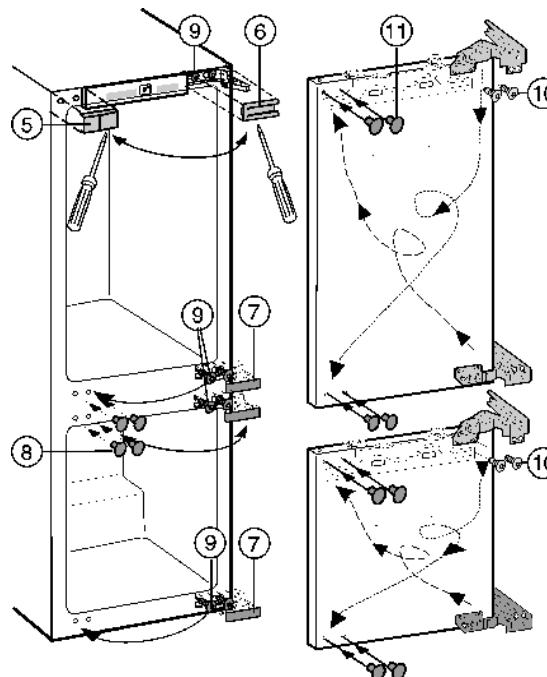

Fig. 4
- ▶ Накладки Fig. 4 (5,6,7,8) отожмите вперед при помощи плоской отвертки.
- ▶ Винты Fig. 4 (9) вверху и внизу на корпусе устройства только ослабьте.
- ▶ Винты Fig. 4 (9) переставьте на противоположную сторону и слегка прикрутите.
- ▶ Выкрутите винты Fig. 4 (10) и переверните шарниры по диагонали.
Винты Fig. 4 (10) микроакслюрированные: используйте аккумуляторный винтовёрт.
- ▶ Освободившиеся отверстия закройте заглушками Fig. 4 (11).
- ▶ Навесьте двери устройства на предварительно установленные винты Fig. 4 (9) и затяните винты.
- ▶ Установите на место все наклейки Fig. 4 (5,6,7,8).